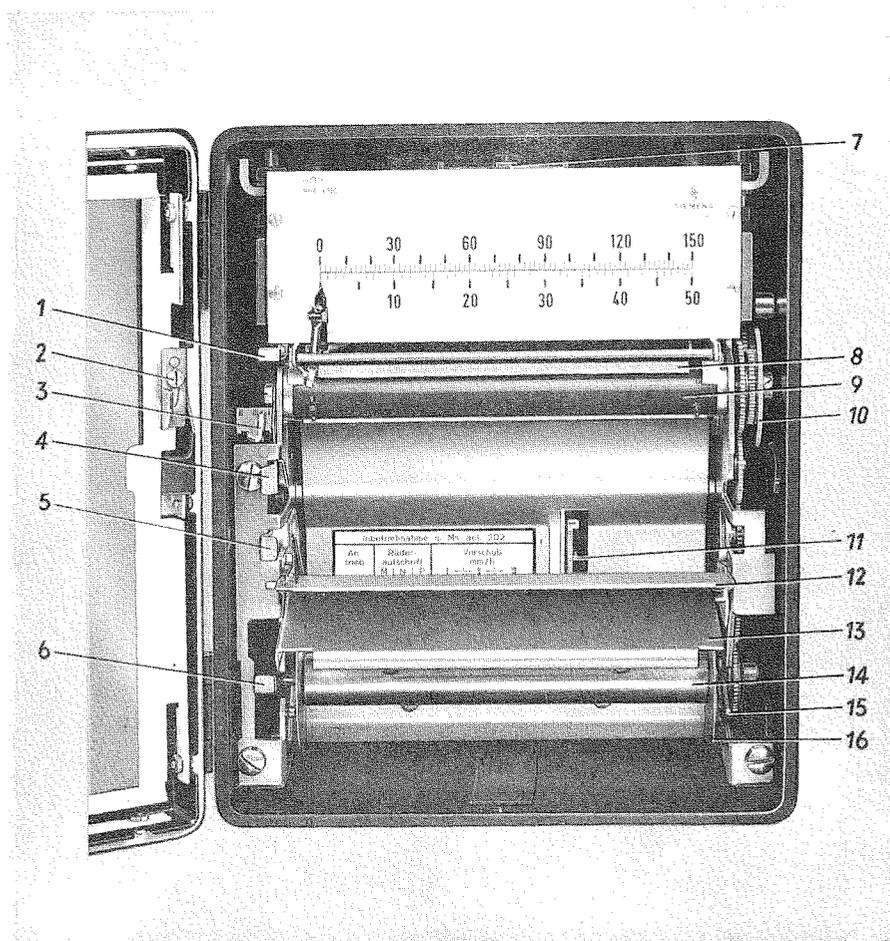

Abb.3: Schreibertüre geöffnet, Aufwickeltrommel entnommen
Lösen der Zeigerarretierung: Bei geöffneter Schreibertür wird der Arretierungswinkel (2) (siehe Abb.3) zugänglich. Dieser dient dazu, den Schreibhebel während des Versandes festzulegen, um eine Beschädigung des Meßwerkes auszuschließen. Mit Hilfe eines Schraubenziehers ist die Halteschraube zu lockern, so daß sich der Arretierungswinkel auf „Betrieb“ (O) schieben läßt. Danach muß die Schraube wieder angezogen werden. Nach dem Schließen der Tür ist nun das Meßwerk frei, indem der Winkel den Bügel (1) der federnden hinteren Sperrschiene zurückdrückt. Es ist ratsam, die Sperrung des Schreibhebels bei einem späteren, größeren Transport des Schreibers XMA durch Zurückschieben des Arretierungswinkels wieder vorzunehmen.